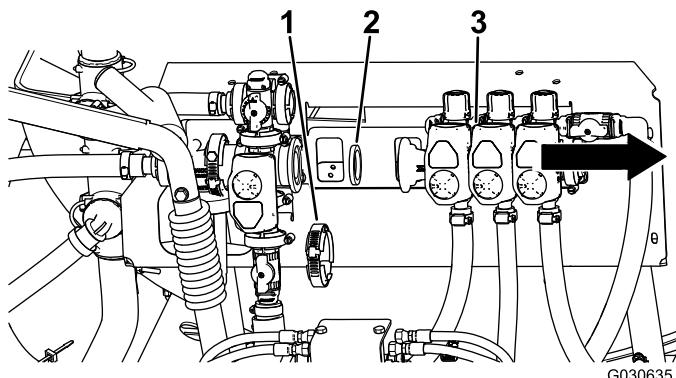

Bild 5
- Bewegen Sie das Auslegerventil vorsichtig vom KZ-Ventil weg (Bild 5).
- Entfernen Sie die vorhandene Dichtung im Ventilgehäuse (Bild 5).